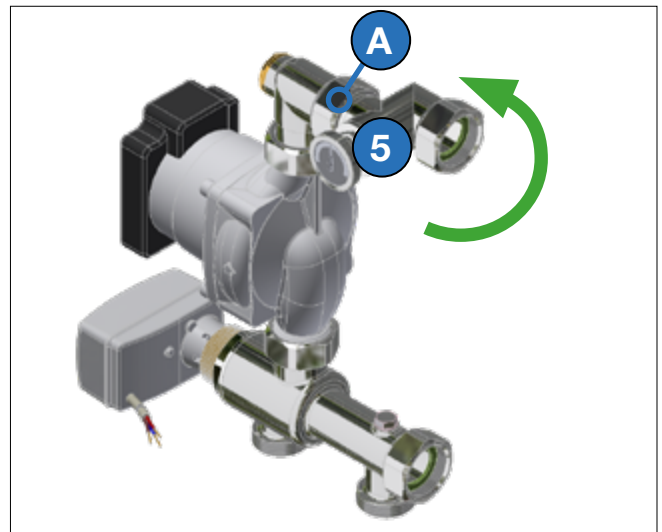

Abb. 8-1
Die Regelstation kann durch Drehen der Exzenterverschraubung (5, Abb. 8-1) rechts oder links am Verteiler montiert werden, auch kopfüber.
1. Mutter (A, Abb. 8-1) lösen.